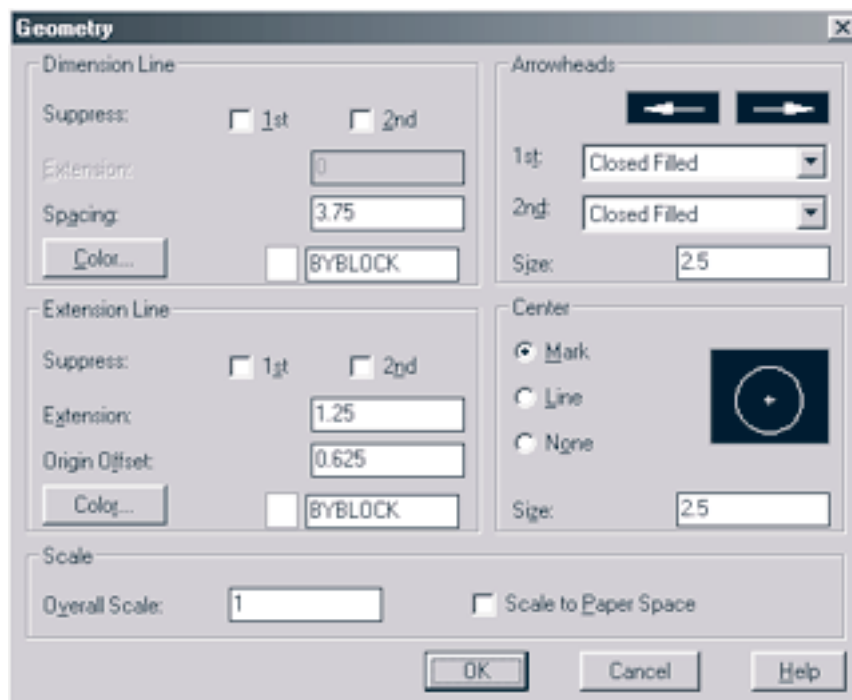

Рис. 5.3.
На рис. 5.3 показана панель диалога настройки геометрических параметров размеров (**Geometry**).
**ПРИМЕЧАНИЕ:** команда завершается нажатием кнопки ESC. Расстояние между размерными линиями устанавливается при настройке стилей размеров (рис. 5.3, поле **Spacing**).